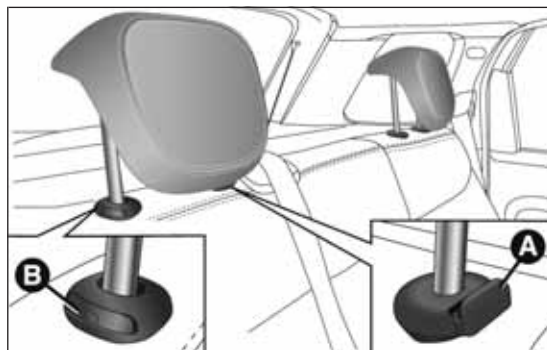

fig. 31
Regulación hacia abajo: pulsar el botón A fig. 31 y bajar el reposacabezas.
- ☐ pulsar los botones A y B fig. 31 al lado de las dos sujeciones; a continuación, retirar los reposacabezas extrayéndolos hacia arriba.